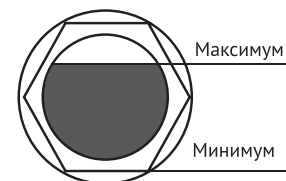

Рис. 3
9.4. Перед запуском компрессора проверьте уровень масла в картере, он должен соответствовать среднему значению, между максимальным и минимальным уровнем в контрольном окне уровня масла (рис.3).
-снять использованный ремень, очистить ведущий (рис.5 поз.3) и ведомый (рис.3 поз.2) шкивы от загрязнений;